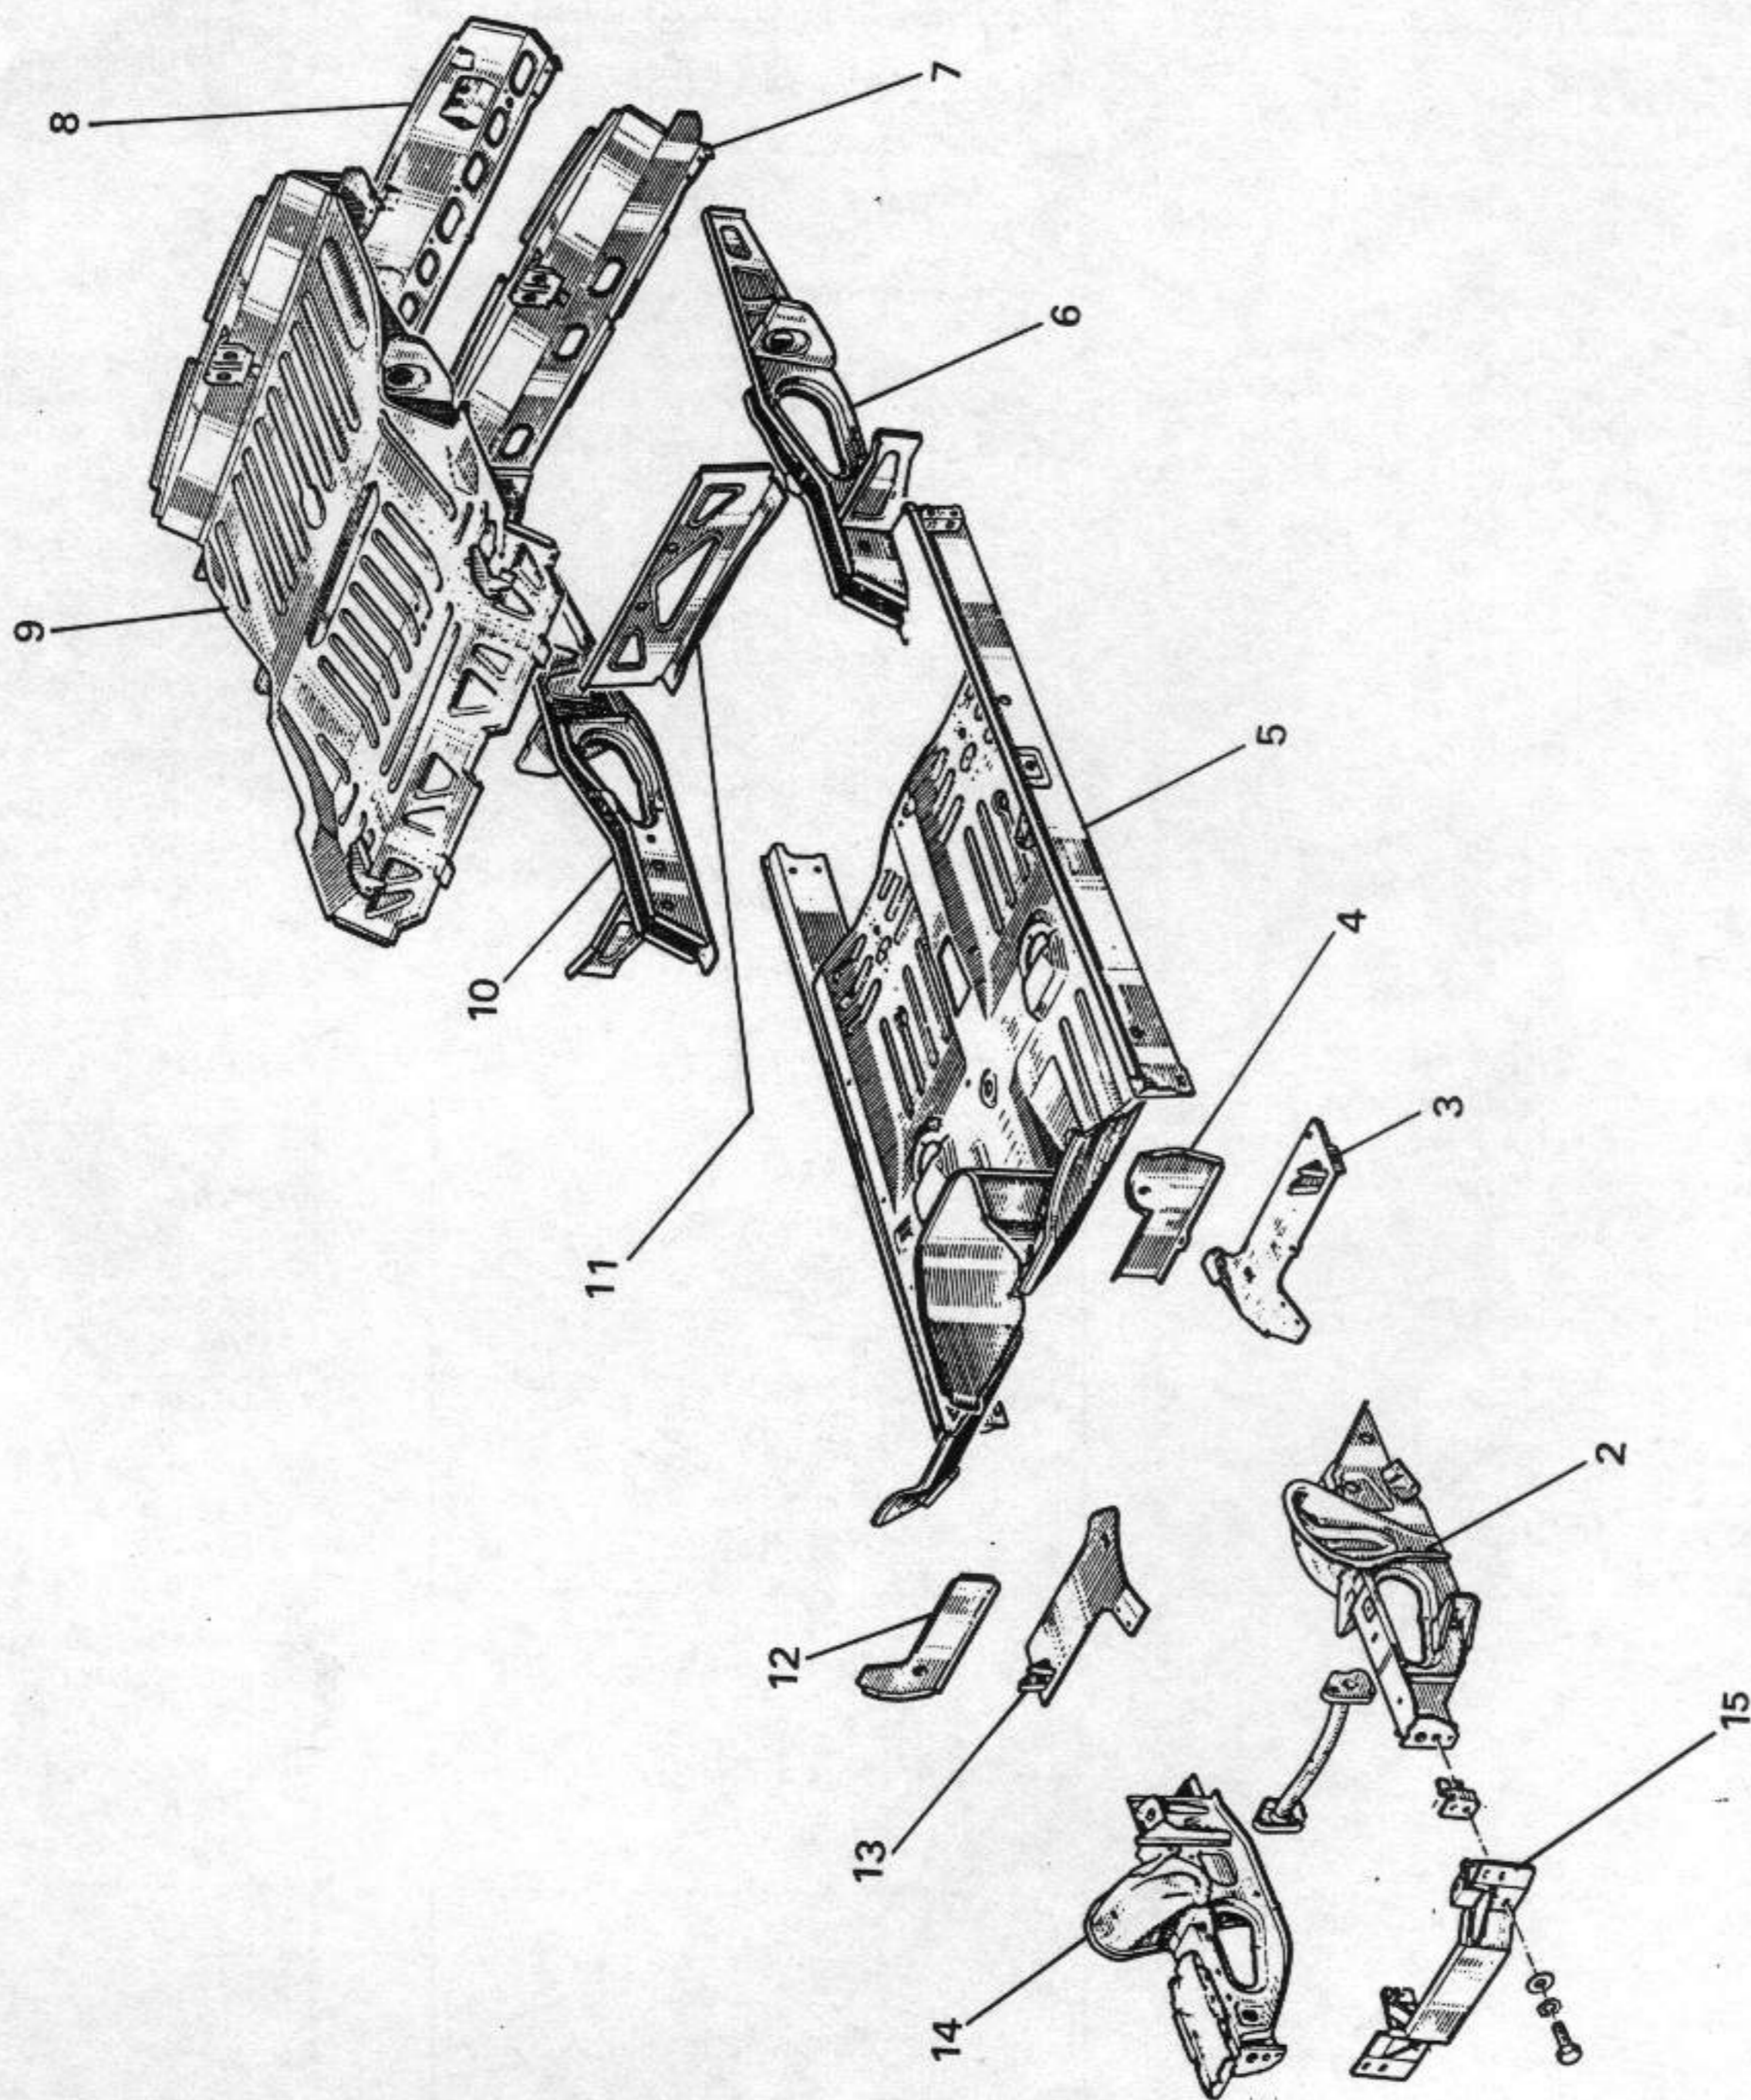

Fig. CAR. 2)
ELEMENTS DU PLANCHER (Fig. CAR. 2)
- Monter la vitre au maximum dans le coulisseau et serrer les vis (1) du lève-vitre (fig. CAR. 2).